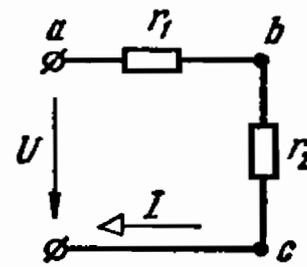

Рис. 12.15
12.15. Для измерения напряжений на участках ab и bc цепи постоянного тока схемы рис. 12.15 предлагается использовать вольтметр типа Д566/8 класса точности 0,2 с конечными значениями шкалы $U_{\text{к}1} = 75 \text{ В}$, $U_{\text{к}2} = 150 \text{ В}$ и внутренними сопротивлениями $r_{V_1} = 1,768 \text{ кОм}$, $r_{V_2} = 5 \text{ кОм}$. Начальная нерабочая часть шкалы составляет 10%.
12.19. В цепи схемы рис. 12.15 расчетное напряжение на участке ab составляет 75 В , входное сопротивление схемы относительно этих же зажимов $r_{вх} = 100 \text{ Ом}$. Для измерения напряжения на участке ab можно использовать два вольтметра: вольтметр типа М366 класса точности 1,0 с пределом измерения $U_k = 300 \text{ В}$ и с внутренним сопротивлением $r_V = 100 \text{ кОм}$ и вольтметр типа Д566/8 класса точности 0,2 с пределами измерения $U_{к1} = 75 \text{ В}$, $U_{к2} = 150 \text{ В}$ и с внутренними сопротивлениями $r_{V1} = 1,768 \text{ кОм}$, $r_{V2} = 5 \text{ кОм}$, $r_{V3} = 10 \text{ кОм}$.